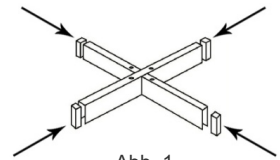

Abb. 1
1. Nehmen Sie die beiden Teile des Kreuzfußes und schieben Sie die vier Endkappen auf die Enden. Montieren Sie die Teile über Kreuz wie in Abb. 1 dargestellt.